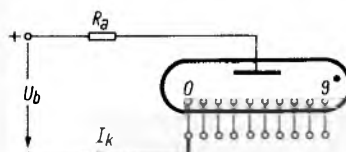

Bild 5. Die Grundschaltung für Gleichstrombetrieb. Die zu zündende Glimmstrecke wird jeweils an die Betriebsspannungsquelle angeschlossen
4.1 Gleichstrombetrieb, Grundschaltung (Bild 5)